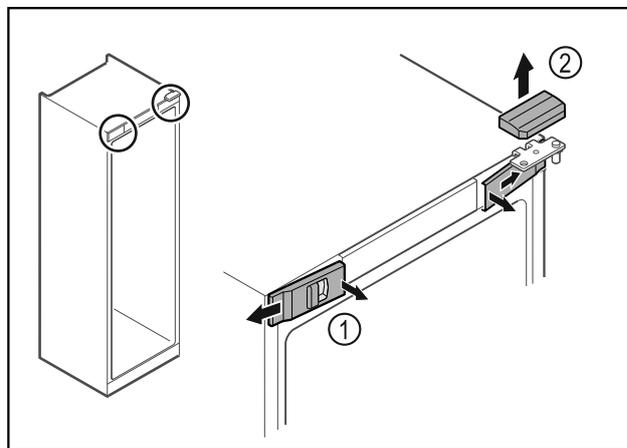

Fig. 7*
- ▶ Décrocher les caches avant Fig. 7 (1) du côté intérieur et les retirer vers l'extérieur.*
- ▶ Retirer le cache supérieur Fig. 7 (2) vers le haut.*